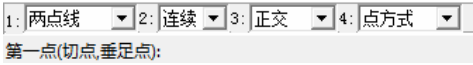

图 4-84 直线立即菜单选项
2) 选择下拉菜单“绘图”→“直线”命令，或者单击“绘图工具”工具栏上的“直线”按钮，设置立即菜单选项为“连续”和“正交”，如图 4-84 所示。